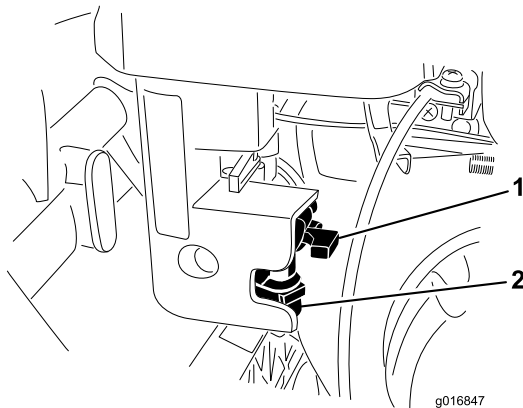

Figure 37
1. Fermez le robinet d'arrivée de carburant et dévissez la cuvette de carburant du corps du filtre (Figure 37).